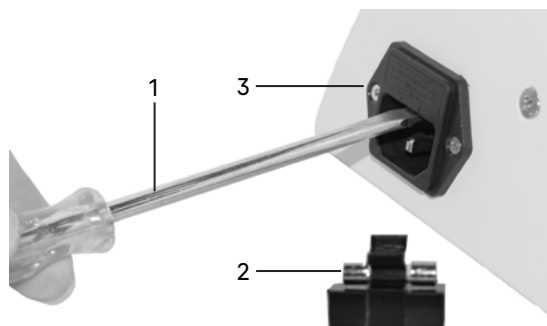

Рис. 18. Замена предохранителя
- Ослабьте крепежный винт 3 и откройте крышку корпуса насадки, как показано на рис. 18 с, d;